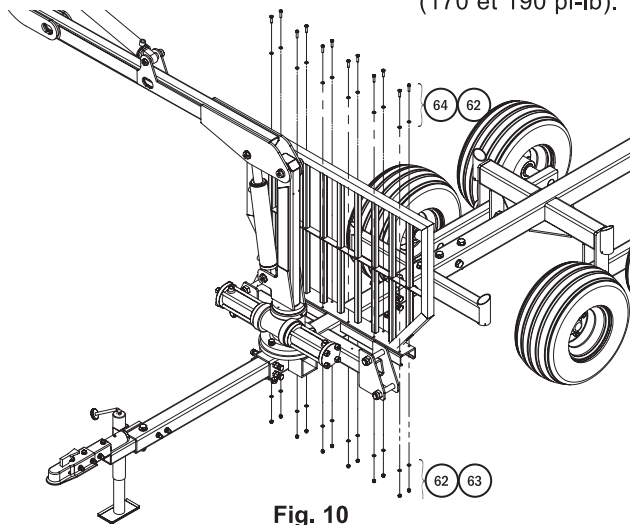

Fig. 10
Étape 13 : Installez la cage de sécurité. Placez la cage de sécurité sur la base du châssis du stabilisateur et fixez-la à l'aide des 12 boulons (64), des rondelles plates (62) et des contre-écrous (64), comme indiqué sur la **fig. 10**. Serrez les pièces de fixation entre 231 et 257 Nm (170 et 190 pi-lb).